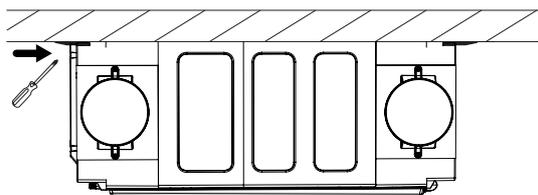

Figure 4
2.4.8 Serrer les vis fermement jusqu'à ce que l'appareil soit bien accroché (voir Figure 4). Visser deux vis supplémentaires du côté extérieur des trous. Les endroits où visser les deux supports sont indiqués à la Figure 5.